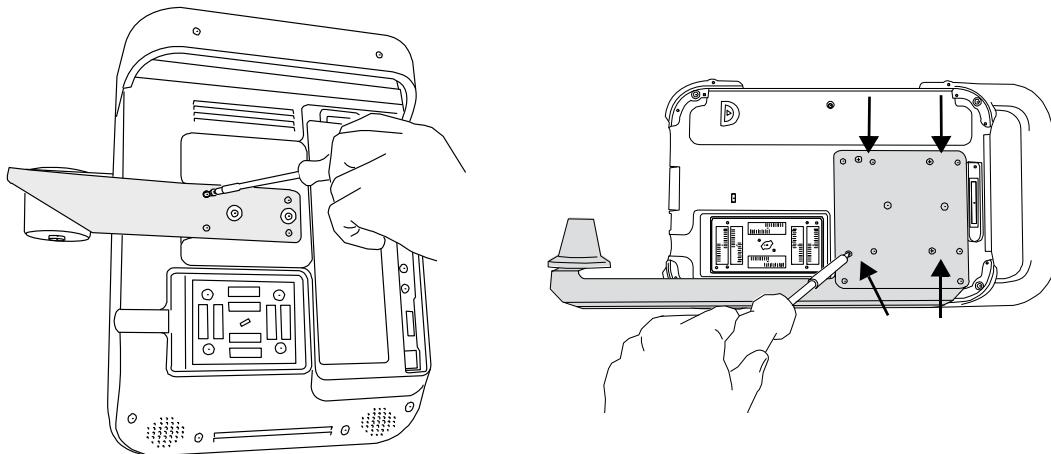

Figura 2 Avvitare le viti sul portatrasduttore: S Series (sulla sinistra) e NanoMaxx (sulla destra)
- 2 Utilizzando un cacciavite Phillips, serrare le quattro viti. Vedere **Figura 2**.
- ❖ Utilizzando un cacciavite Phillips, allentare le quattro viti sul lato posteriore del portatrasduttore. Vedere Figura 2.